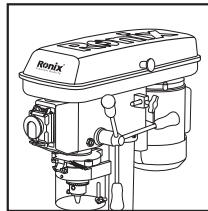

рис. 7
**ВСТАНОВІТЬ РУЧКУ ТА ГВИНТ ВЕРХНЬОЇ КРИШКИ ШКІВА. (РИС. 7)**